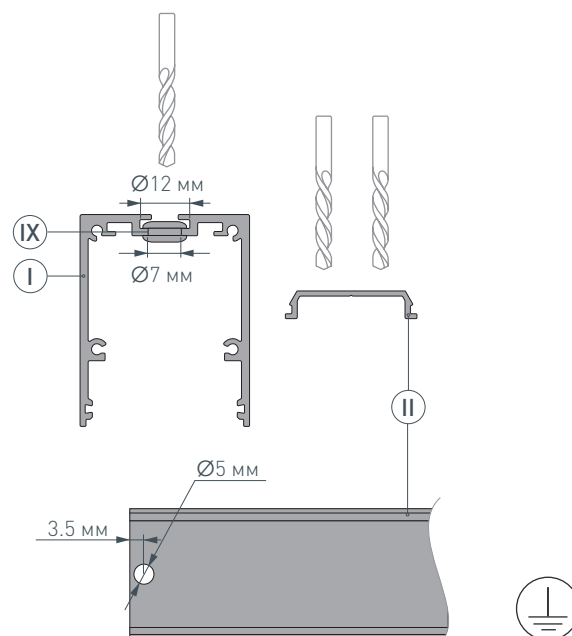

Рис. 1. Подготовка отверстия для вывода кабеля на основании для светодиодной ленты (II). Вид сверху
- Просверлите два отверстия $\varnothing 12$ мм и $\varnothing 7$ мм в профиле (I) для вывода сетевого кабеля, а также для установки клемм заземления профиля и блока питания. Затем просверлите отверстие $\varnothing 5$ мм в основании для ленты (II) для вывода кабеля питания светодиодной ленты, как показано на рис. 1. **Установите клеммы заземления профиля и блока питания.** Установите в профиле (I), в отверстии для сетевого кабеля силиконовую муфту (IX).